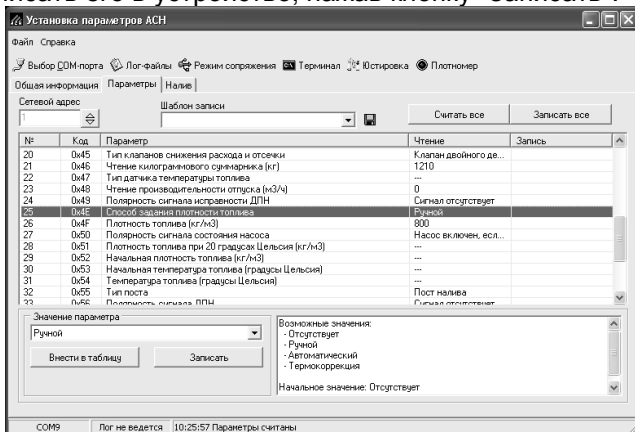

Рисунок 10
- перейти на закладку "Параметры", выбрать сетевой адрес устройства и считать все параметры, нажав кнопку "Считать все" (рисунок 10). Параметр №25 – "Способ задания плотности топлива", определяет возможность проведения массового учета.